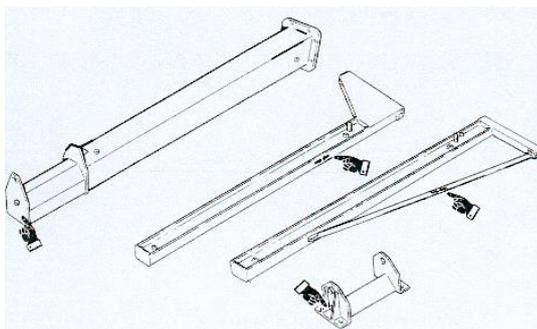

fig. 12
- Le parti di carpenteria della gru a bandiera (colonna o mensola e braccio) sono, generalmente, fornite senza imballo; sulle colonne e sulle mensole sono presenti i punti di aggancio per facilitarne la movimentazione durante le operazioni di installazione (fig. 12).